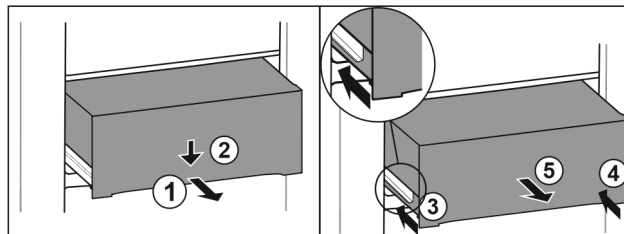

Fig. 58
- Zásuvku napůl vytáhněte. Fig. 58 (1)
- Stlačte zásuvku na přední straně dolů. Fig. 58 (2)
- Zasuňte levou kolejničku přibližně do 2 cm. Fig. 58 (3)
- Zasuňte pravou kolejničku přibližně do 2 cm. Fig. 58 (4)
- Vyměňte zásuvku dopředu. Fig. 58 (5)